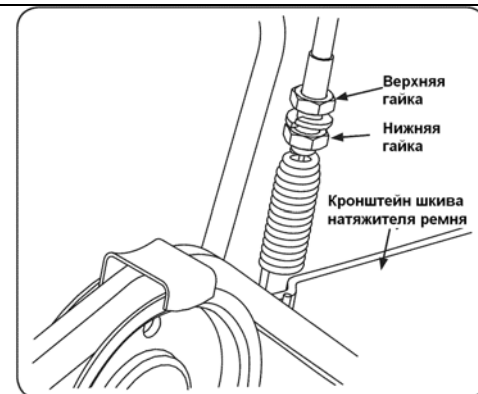

Рис.30
2. Найдите пружину на конце тросика. Рис. 30.